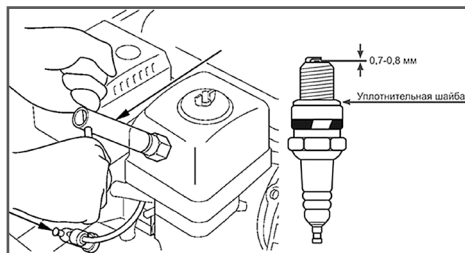

Рис. 24 Обслуживание свечи зажигания
1. Отсоедините колпак свечи зажигания и удалите грязь вокруг свечи зажигания (Рис. 24).
4. Измерьте зазор между электродами свечи зажигания специальным щупом. Зазор должен быть 0,7-0,8 мм (Рис.24). При увеличении, или уменьшении требуемого зазора, рекомендуется заменить свечу, так как регулировка зазора может привести к изменению качества искрообразования.